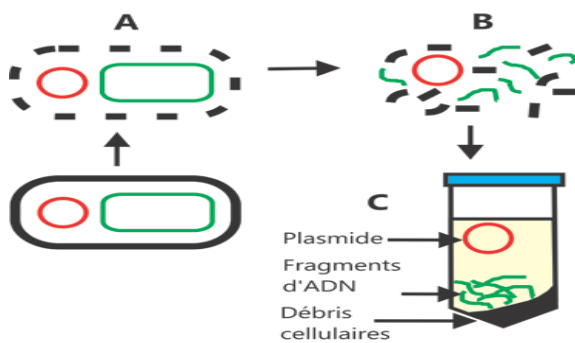

Figure 5 : Prélèvement de plasmides des bactéries.
L'étape finale consiste à prélever les plasmides (et donc le « gène d'intérêt ») des bactéries (voir la Figure 5). Pour ce faire, les bactéries sont **lysées** (la membrane cellulaire est brisée) (A) et les plasmides sont séparés de l'ADN bactérien à l'aide d'une solution acide (pH faible) à teneur élevée en sel (puisque l'ADN plasmidique peut résister à ces conditions, mais pas l'ADN normal) (B).